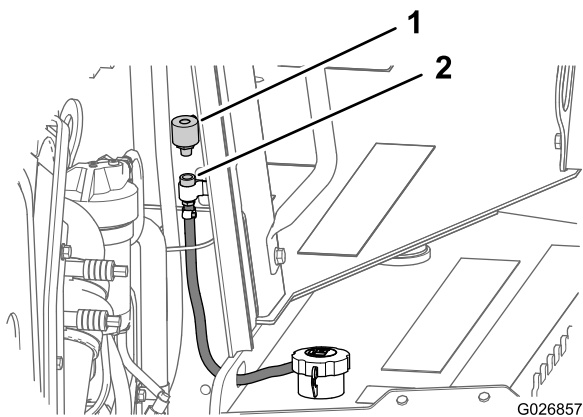

Figura 73
2. Sul lato anteriore del pannello del vano motore, rimuovete lo sfiatatoio dal giunto del tubo ruotando lo sfiatatoio in senso antiorario (Figura 73).
3. Montate un nuovo sfiatatoio nel giunto del tubo serrandolo a mano (Figura 73).